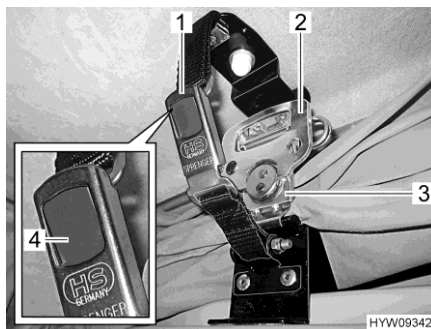

Fig. 35 Bloccaggio
- Tirare verso il basso sui due lati la serratura rapida (Fig. 35,2) e agganciarla nella piastrina di sostegno.
- Aprire la maniglia (Fig. 35,2) tramite la serratura rapida e ruotarla di mezzo giro in senso orario.
- Fissare entrambe le parti della serratura a scatto (Fig. 35,1). Il bottone a pressione grigio (Fig. 35,4) scatta in posizione.